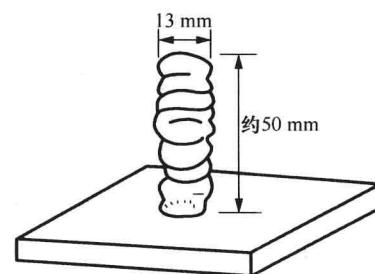

图 1-11 引弧堆焊
- (1) 在焊件的引弧位置，用粉笔画一个直径 13 mm 的圆。
- (2) 用直击引弧法在圆圈内撞击引弧。
- (3) 引弧后，保持适当电弧长度，在圆圈内作画圈动作 2~3 次后灭弧，待熔化的金属冷却凝固之后，再在其上面引弧堆焊。
- (4) 如此反复操作，直到堆起约 50 mm 的高度为止，如图 1-11 所示。